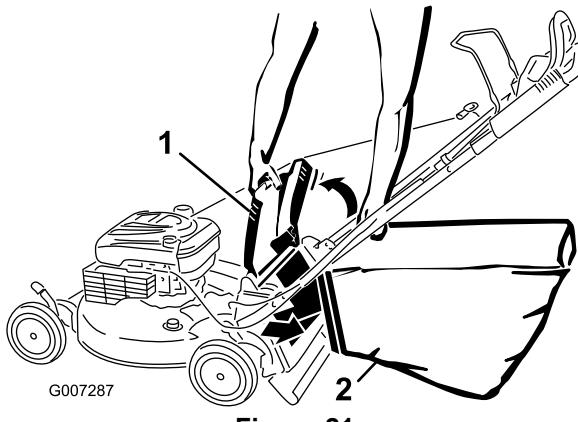

Figure 21
- Accrochez le bord supérieur avant du bac sur les crans (Figure 21).